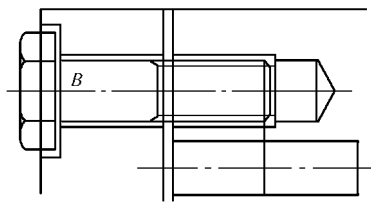

图 12-22 插入六角头螺栓
- 18) 插入块“ljtIs”至泵图零件图的主视图中, 插入点为B点, 如图12-22所示。